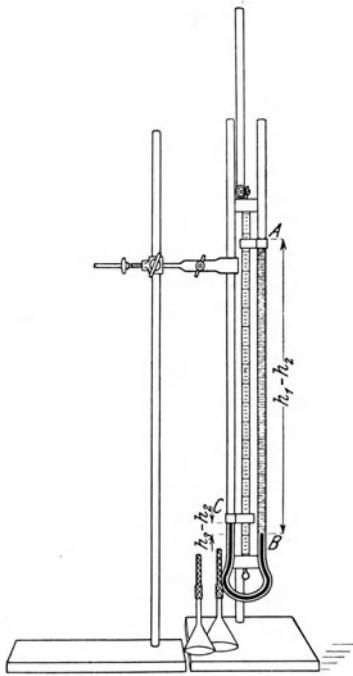

Fig. 84.
e) Klopfe leise gegen die Röhre und lies dann am Maßstabe die Höhe ( $h_1$  cm) der Wasserkuppe *A*, die Höhe ( $h_2$  cm) der Quecksilberkuppe *B* und die Höhe ( $h_3$  cm) der Quecksilberkuppe *C* ab (Fig. 84).